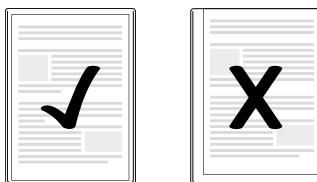

Fig. 1
- Veiller à ce que toutes les bordures du document aient au moins deux millimètres d'écart par rapport au bord de la pochette à film, comme indiqué sur la fig. 1.